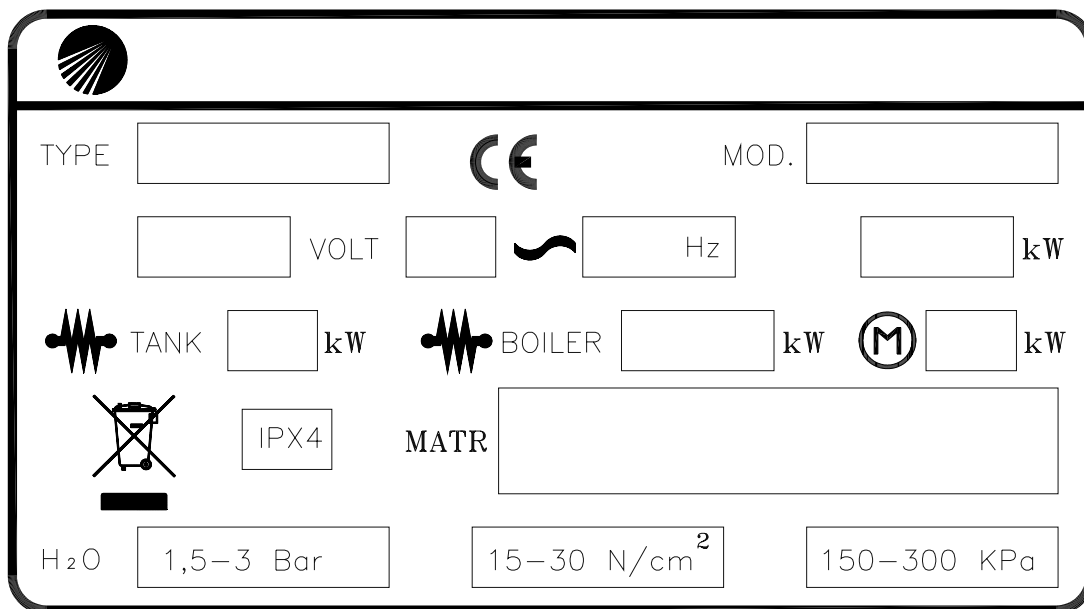

Fig. 1-1
- La targhetta caratteristiche (Fig. 1-1) si trova sul fianco dx della macchina. Essa contiene tutti i dati necessari per l'installazione.
- The specifications tag (Fig. 1-1) is placed on the right-hand panel of the machine. It contains all the necessary data to install the appliance.
- Das Maschinenschild (Bild. 1-1) befindet sich an der Rechtseite des Gerätes. Es enthält alle für die Aufstellung notwendigen Daten.
- La plaquette (Fig. 1-1) comportant les caractéristiques de l'appareil est placée sur le côté droit. Elle indique toutes les données nécessaires à la mise en place de la machine.
- La placa de características (Fig. 1-1) está ubicada en el flanco derecho de la máquina. Contiene todos los datos necesarios para la instalación.
- A etiqueta com os dados técnicos (Fig. 1-1) está localizada na lateral direita da maquina. Tal etiqueta contém todos os dados necessários para a instalação.
- Het typeplaatje (Afb. 1-1) bevindt zich aan de rechterkant van de machine. Hier staan alle gegevens op die benodigd zijn voor de installatie.